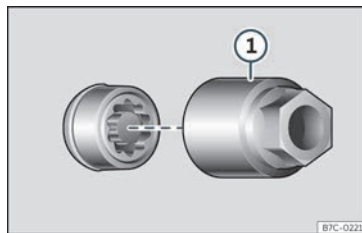

Fig. 40 Vite antifurto con cappuccio ed adattatore.
- Inserire l'adattatore speciale »» fig. 40 ① (attrezzo di bordo »» pag. 48) nella vite antifurto della ruota fino al fermo.